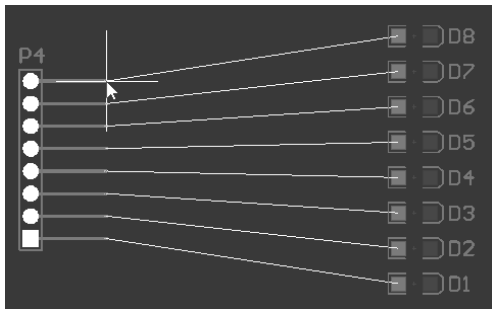
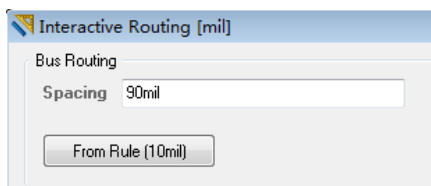

图 14-18 多走线布线步骤 (1) ~ (3)
图 14-19 左侧总线间距
(1) 打开本例对应的电子资源 Multi-Routing.PrjPcb, 双击打开 Multi-Routing.PcbDoc 文档。
(2) 按下 Ctrl 键的同时用光标拖出一个矩形框，将 P4 的八个焊盘完全包含在内，注意不要把标识符 P4 包含进来，释放鼠标，即可以选中这八个焊盘。选中的焊盘呈现白色，如图 14-18 所示。
(3) 执行菜单命令 Place » Interactive Multi-Routing [P, M] 或者单击 Wiring 工具栏上的  按钮，光标变为十字形，单击任何一个选中的焊盘，移动光标，即可同时拉出八条走线，如图 14-18 所示，按下 Tab 键，弹出如图 14-19 所示的对话框，记住 Bus Spacing 为 90mil。